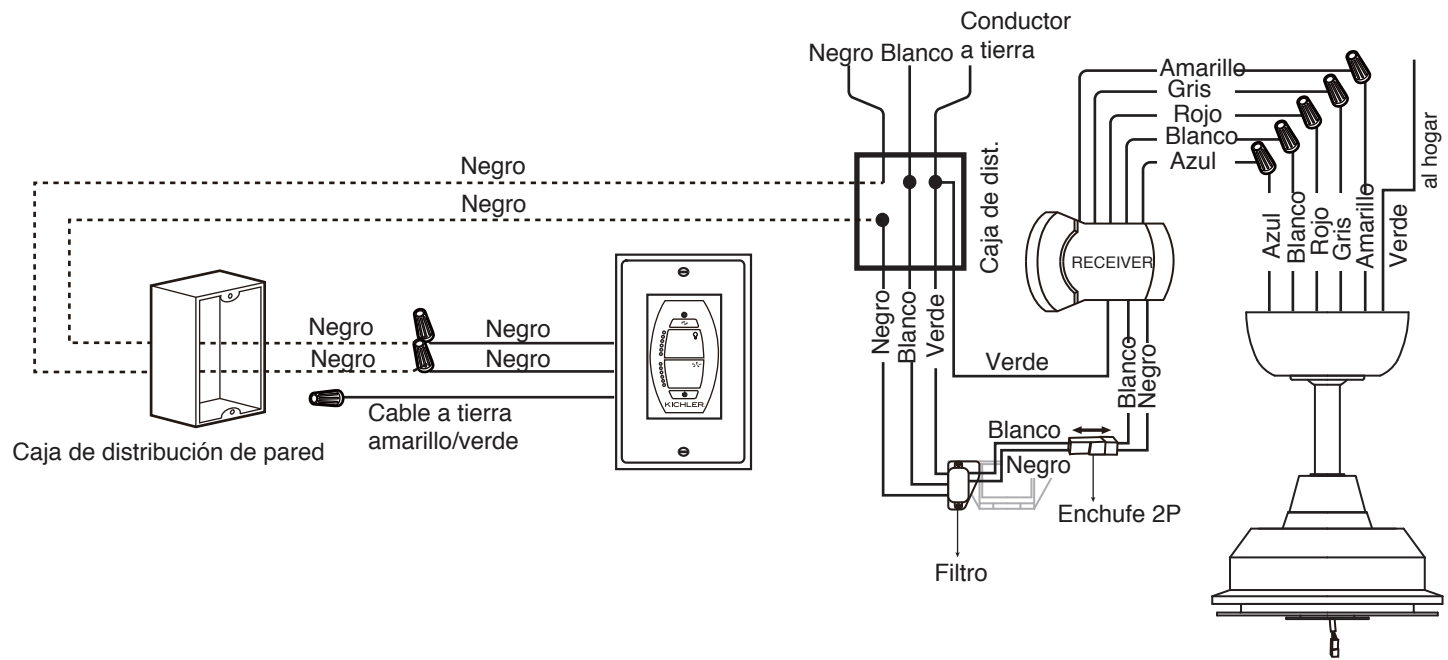

Fig. 13
Paso 1. Conecte el cable azul del ventilador (motor) con el cable azul del receptor. El cable blanco del ventilador (motor) con el cable blanco del receptor. El cable rojo del ventilador (motor) con el cable rojo del receptor. El cable gris del ventilador (motor) con el cable gris del receptor. (Fig. 13)
Paso 1. Ensamblar los conectores de cables 2-P del receptor y del filtro: Negro con negro, Blanco con blanco. (Fig. 13)
Paso 1. Conecte el cable negro (AL MOTOR L) del control de pared con el cable negro de la caja de distribución eléctrica de pared. (Fig. 13)